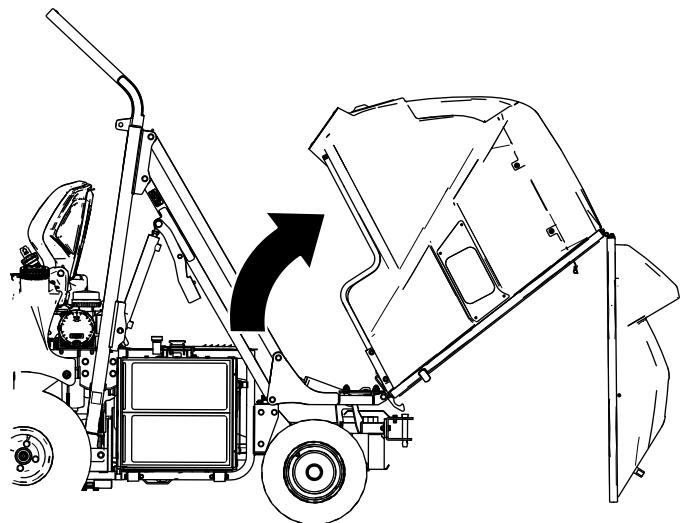

Figura 50
- Gire la tolva hacia arriba y hacia atrás (Figura 50) de forma manual.